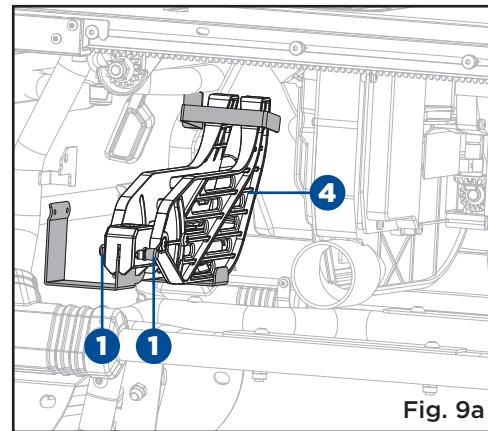

Fig. 9a
INSTALLATION DU PROTÈGE-LAME (Fig. 9a-9c)
- Tenez les boutons (1) (un de chaque côté du protège-lame) et poussez-les vers l'avant du protège-lame et jusqu'à ce que la goupille sorte de la fente du support de montage (section de rangement pour protège-lame) sous la section de rangement pour linguets antiretour, puis retirez le protège-lame du support de montage. (Fig. 9a)